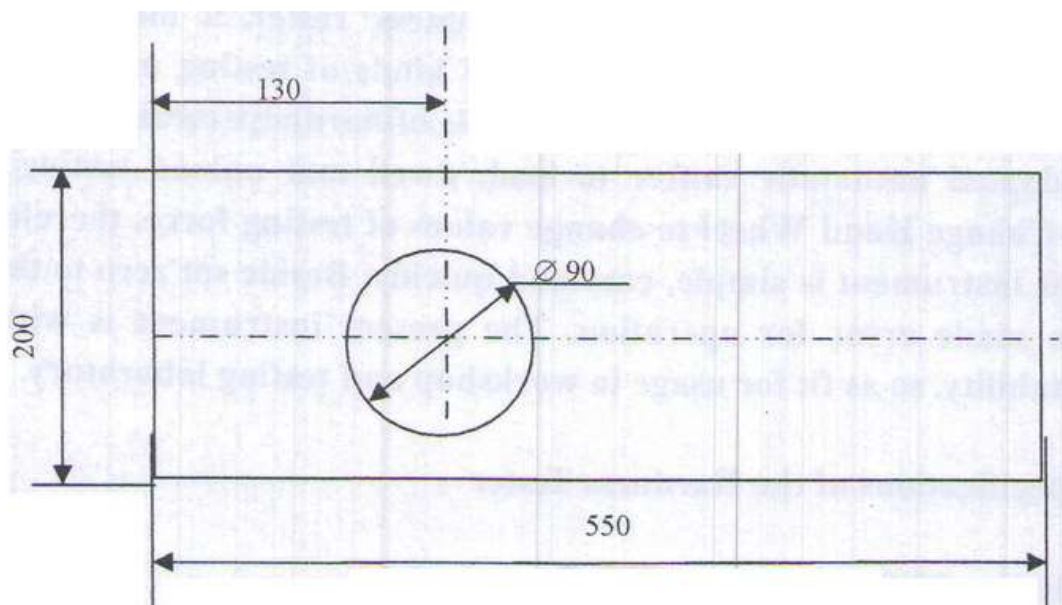

Рис.1
После распаковки, твердомер должен быть установлен на прочном столе с горизонтальным отклонением не более 1мм/м. Отверстие должно быть просверлено в соответствующем месте (см. Рис.1), чтобы вал (7) смог свободно ходить вверх и вниз для правильной работы.